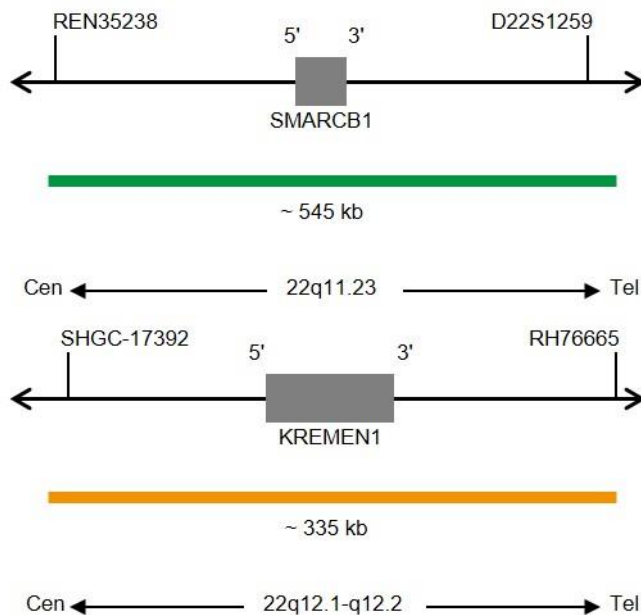

Fig. 1: Cima: SPEC SMARCB1 Mapa da sonda; Baixo: SPEC 22q12 Mapa da sonda (sem escala)
- Polinucleótidos (~10 ng/μl) com marcação ZyGreen (excitação 503 nm/emissão 528 nm), dirigidos ao mapeamento de sequências alvo em 22q11.23\* (chr22:23,887,951-24,431,064) contendo o gene SMARCB1 (ver Fig. 1).
- Polinucleótidos (~4.5 ng/μl) com marcação ZyOrange (excitação 547 nm/emissão 572 nm), dirigidos ao mapeamento de sequências alvo em 22q12.1-22q12.2\* (chr22:29,340,078-29,673,440) (ver Fig. 1).